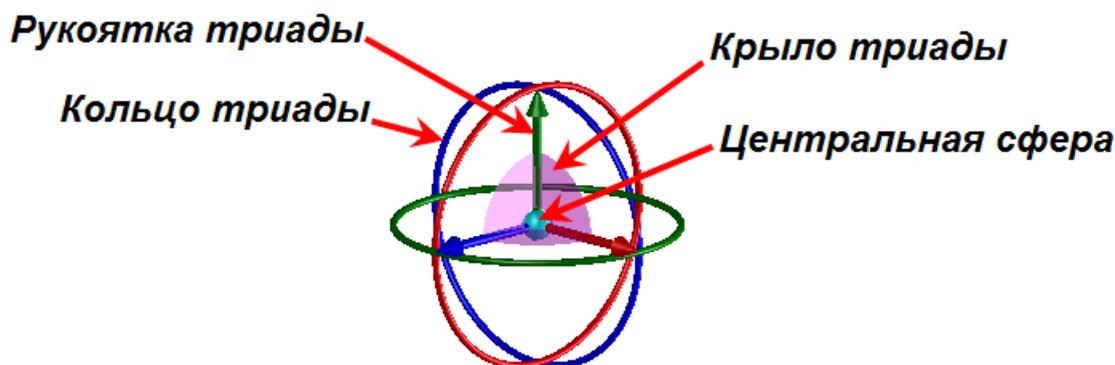

Рис. 11.63 Триада перемещаемого компонента
При этом на поверхности выбранного компонента появляется *триада*, элементы которой представлены на рис.11.63.
- Захватив левой клавишей мыши *Центральную сферу* (см.рис.11.63) перетащите её в новое место.
Вращение компонента с Системой координат осуществляется посредством *Кольца триады* (см.рис.11.63), которая, как нам уже известно, вызывается из **Контекстного меню**, щелчком правой клавиши мыши на выбранном компоненте, командой